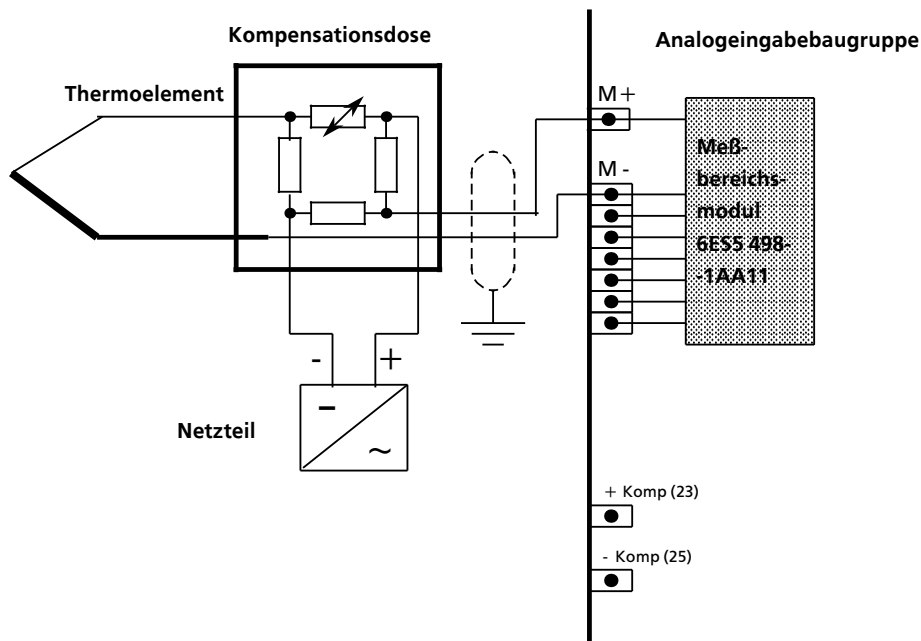

Bild 7.6 Anschluß einer Kompensationsdose an den Eingang einer Analog-Eingabebaugruppe
- Führen Sie die verbleibenden Anschlüsse von Kompensationsdose und Thermoelement an die Analogbaugruppe heran (Klemme M+ und M- → Bild 7.6).